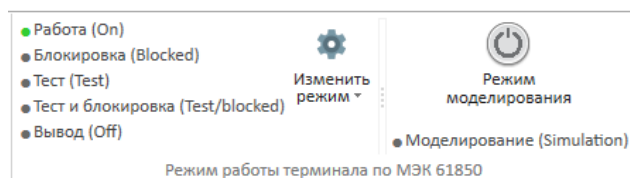

Рисунок 3.131
3.4.19.1 На панели управления отображается текущий режим работы терминала по МЭК 61850-8-1 (см. рисунок 3.131).